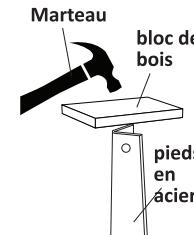

Fig. 2
- À l'aide d'un marteau et d'un bloc de bois, enfoncez chaque pied dans la douille conique jusqu'à ce qu'il soit bien fixé (voir la fig. 2).